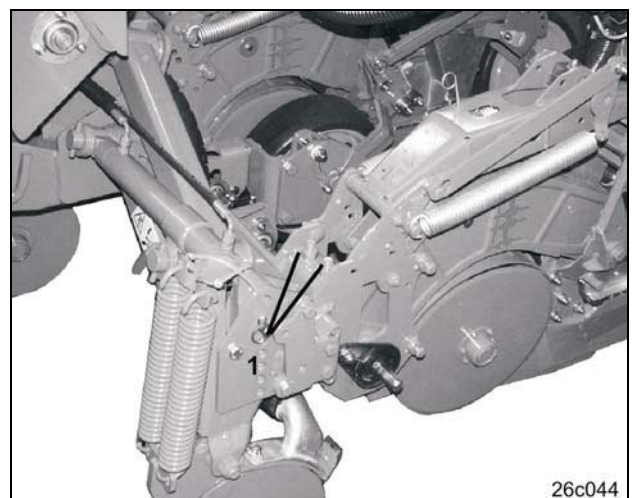

Fig. 63
- Moeren (Fig. 63/1) van de klemplaten losdraaien. Zaaiaggregaat op de gewenste afstand over de profielbuis (Fig. 63/1) verschuiven
- Moeren van de klemplaten (Fig. 63/1) weer vastzetten